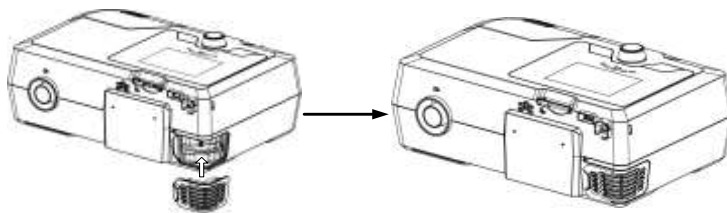

Fig. 12-2
(2) Instale la tapa del filtro que contiene el filtro de aire en el dispositivo, como se muestra en la Fig. 12-2.